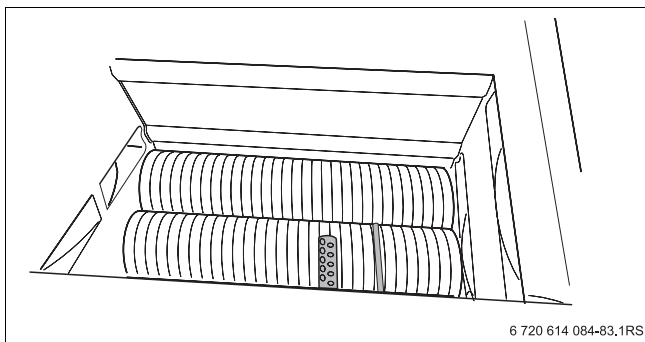
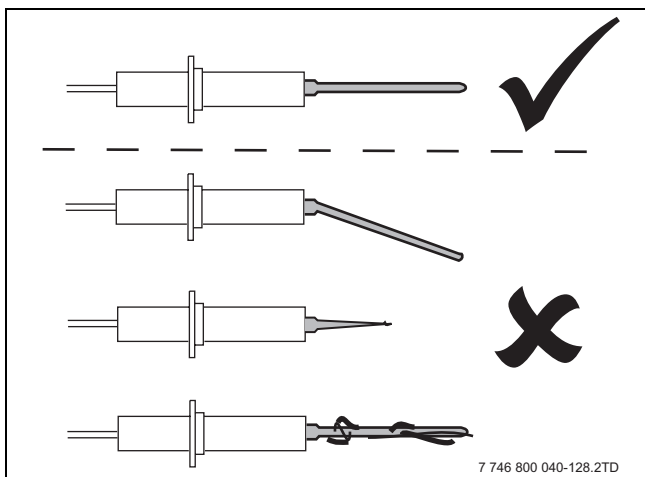
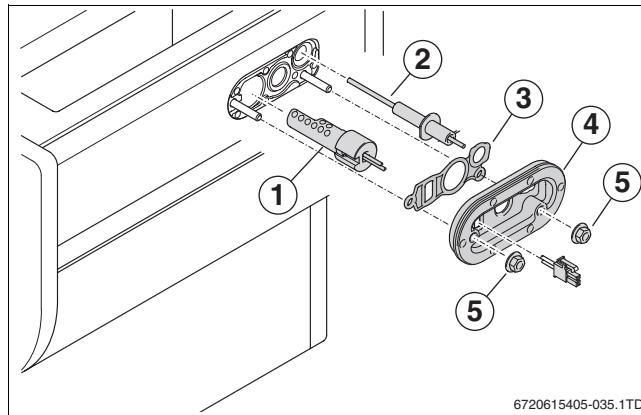

Fig. 66 Verificarea electrodului de aprindere și a electrodului de ionizare
Fig. 67 Verificarea electrodului de ionizare
Fig. 68 Înlocuirea instalației de aprindere
- ▶ Verificați componentele separate ale unității de aprindere (→ fig. 68) în vederea uzurii, deteriorării sau impurităților (→ fig. 66 și fig. 67).